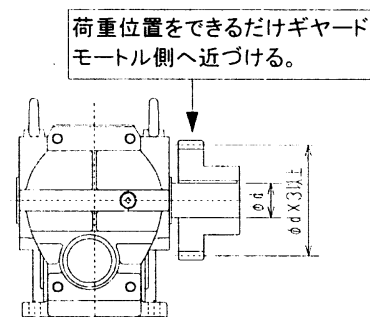

図3. スプロケット位置
- (3) オーバハング荷重による損傷を防止するため、スプロケット、歯車、プーリなどは、できるだけ出力軸軸段付部側へくるように取り付けてください。図3参照。